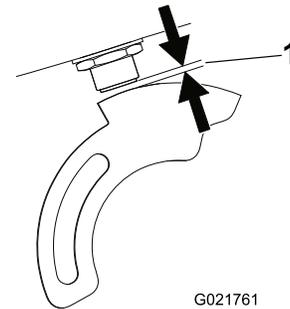

Bild 15
- Stellen Sie den Näherungsschalter mit den Klemmmuttern nach oben oder unten ein, bis der Abstand zwischen dem Schalterplunger und der Sensorplatte 3,8 mm bis 4,3 mm beträgt (Bild 15)